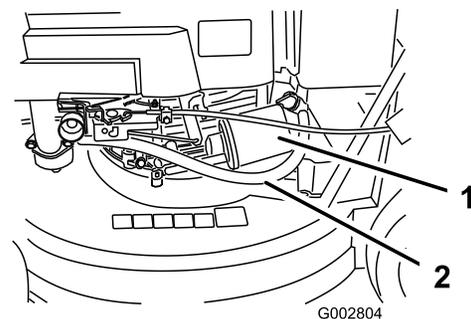

Bild 25
- Legen Sie einen Lappen unter den Ölfilter, um das Öl aufzufangen, das ggf. beim Entfernen des Filters ausläuft (Bild 25).